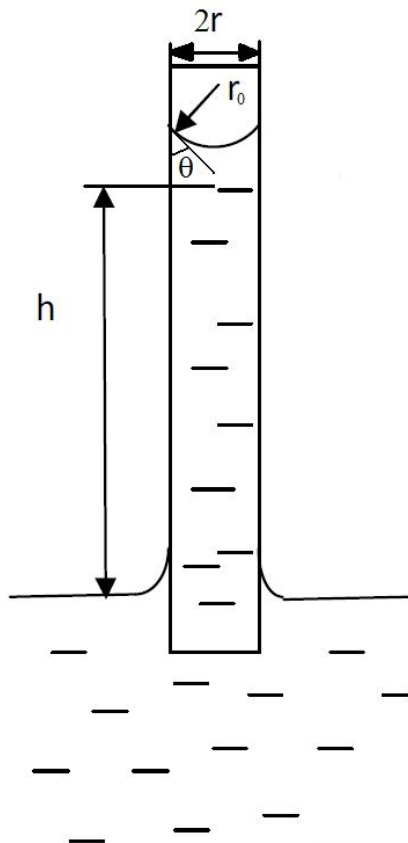

Рис.2
Так как $r_0 = \frac{r}{\cos \theta}$ (рис.2), то уравнение (3) принимает вид: